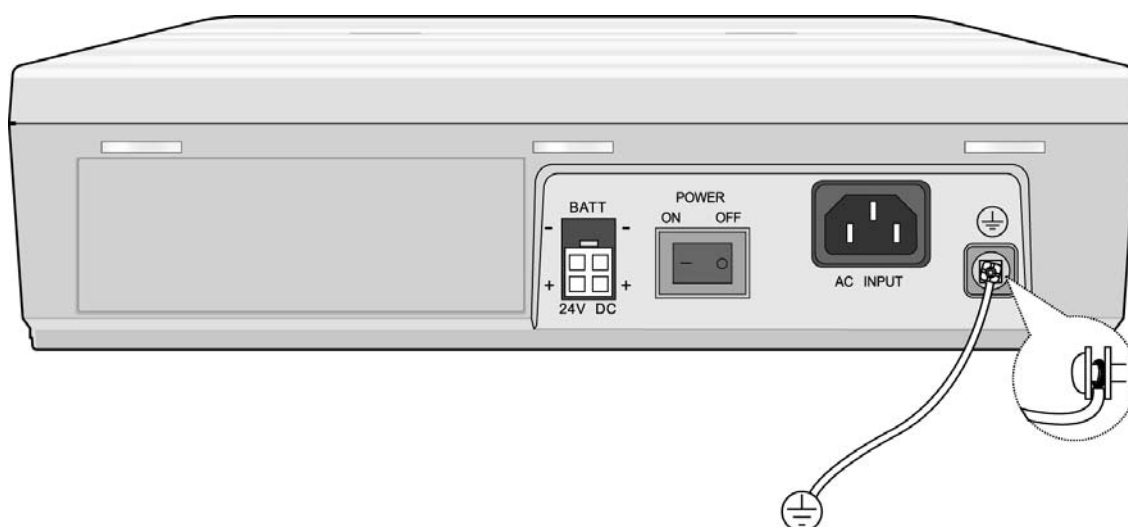

FIGURA 3.2.5 ATERRANDO A KSU
1. Gire o parafuso de aterramento no sentido contrário aos ponteiros do relógio para desapertá-lo, como mostrado na Figura 3.2.5.